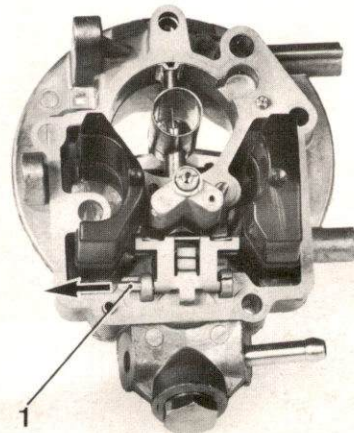

Abb. 16
- Die Schwimmerachse herausnehmen, indem man sie mit Hilfe eines Dorns und einer Zange (**Abb. 16**) aus den Halterungen entnimmt.